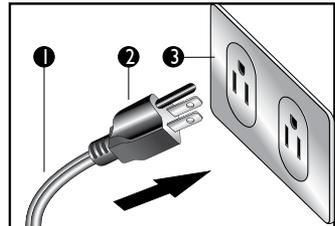

Figura 6
- Para su seguridad personal, esta lavadora debe ser conectada a tierra. La lavadora está equipada con un cable eléctrico, un enchufe de conexión a tierra para minimizar posibles riesgos de descargas eléctricas. El cable debe ser enchufado a un tomacorriente acoplado a la pared. Si no hay disponibilidad de dicho toma, el usuario tiene la responsabilidad de solicitar que el toma adecuado sea instalado por un electricista calificado y certificado. (Figura 6).